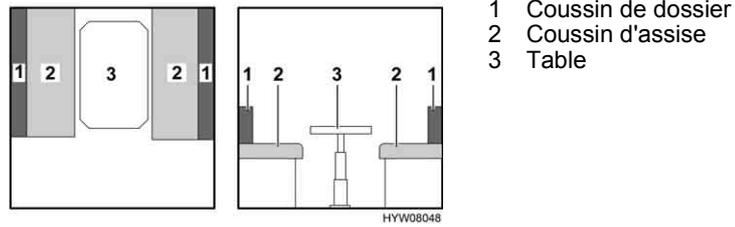

Fig. 115 Avant la transformation
- Convertir la table (Fig. 115,3) en sommier de lit (voir paragraphe 6.10).